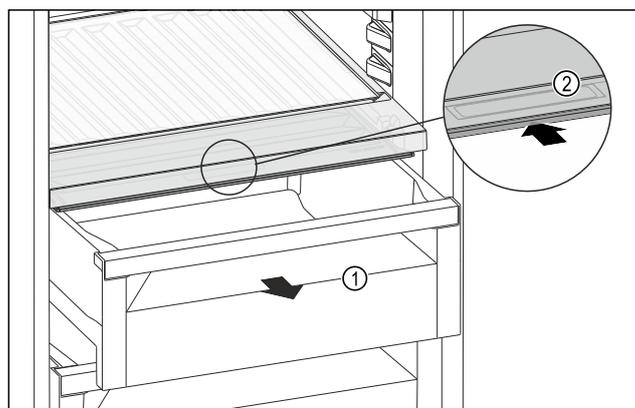

Fig. 108
- ▶ Izvucite ladicu Fig. 108 (1).
- ▶ Primite ručku Fig. 108 (2) na poklopcu pretinca i istodobno povucite poklopac pretinca prema natrag.